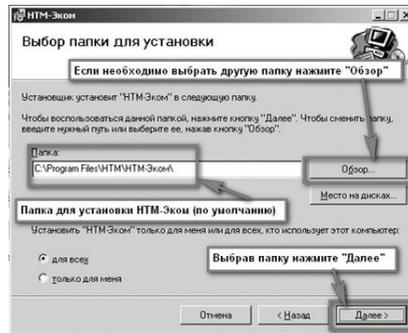

Рисунок 10
8.2.14.4 Выбрать папку для установки ПО «НТМ-ЭкоМ» (рисунок 10).